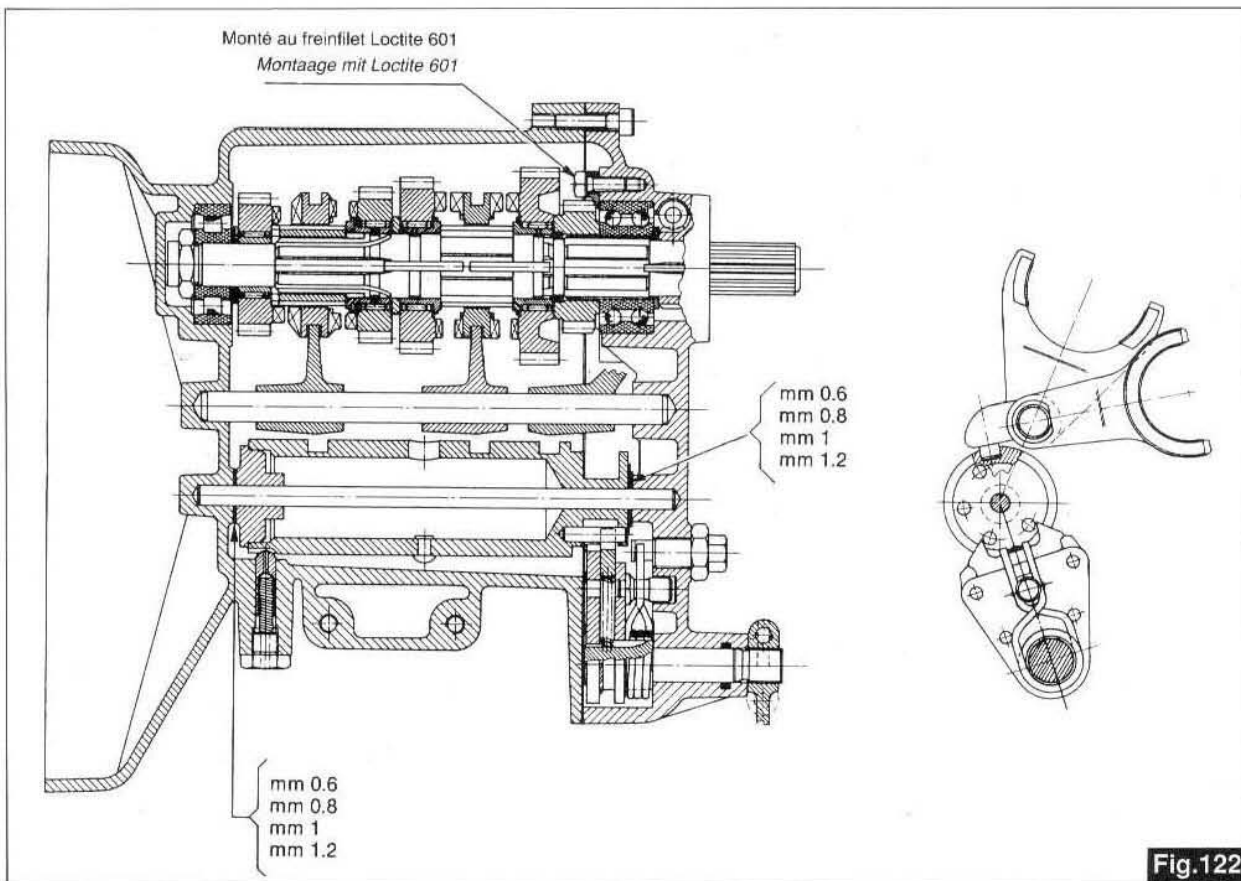

Fig.122
■ engagez les vitesses de la 1re à la 5e et vice-versa, puis au point mort. Si le passage de vitesses n'est pas souple, il y a lieu de démonter de nouveau le couvercle et de placer d'autres rondelles d'épaisseur entre le carter et le tambour en cas d'enclenchement dur de la 1re et la 3e et entre le tambour et le couvercle dans le cas où la 2e et la 4e s'engagent difficilement. Les rondelles sont fournies en mesures de 0,6 - 0,8 - 1 - 1,2 mm (voir fig.122).
■ Schaltkupplung vom 1. bis zum 5. Gang prüfen; vom 5. Gang auf den 1. Gang zurückschalten und schließlich Leerlauf einlegen. Sollte beim Schalten leichter Widerstand auftreten, muß der Deckel erneut abmontiert werden und entsprechend Zwischenlege-scheiben zwischen Gehäuse und Trommel eingefügt werden, falls der Widerstand beim Schalten zwischen dem 1. und 3. Gang auftritt und zwischen Trommel und Gehäuse, falls der Widerstand beim Schalten zwischen dem 2. und 4. Gang auftritt. Die Distanzscheiben werden in den folgenden Stärken geliefert: 0,6 - 0,8 - 1 - 1,2 mm (siehe Abb.122).